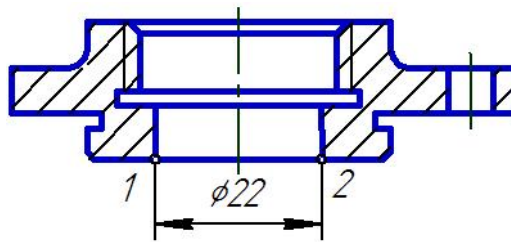

Рис. 2.43. Простановка линейных размеров.
- Задайте положение размерной линии и размерной надписи так, как показано на рис. 2.43.